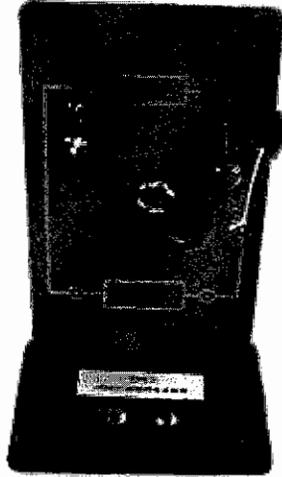

Fig.1
- Poner la bacteria en el tablero del circuito, sujetar el componente de vidrio (de las orillas) usando las pinzas de cocodrilo roja y negra, insertar el tablero del circuito en la base/placa, como se muestra en la Fig. 1.